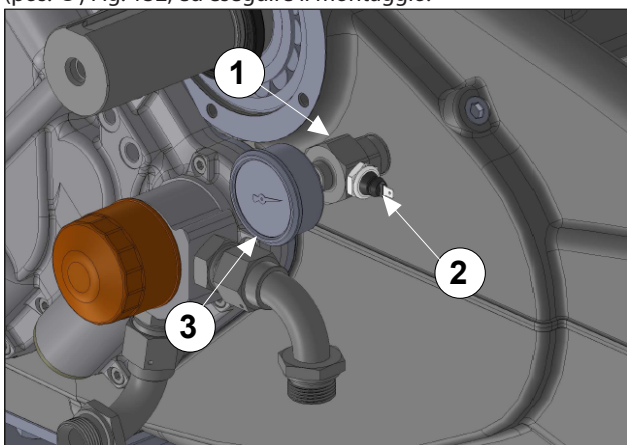

Fig. 133
Utilizzare LOX-EAL sigillareccordi 53-14 o similare per umettare il raccordo a T (pos. ①), il tappo (pos. ②) e il manometro (pos. ③) Fig. 133, ed eseguire il montaggio.